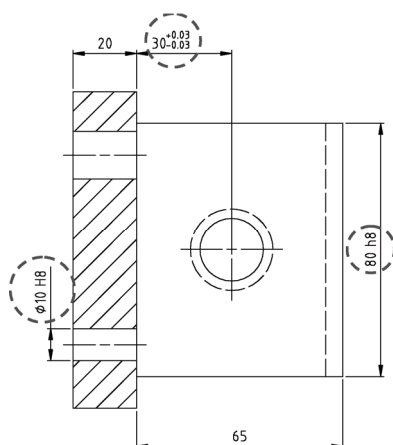

图 8-94 “左视图”标注公差配合
6) 对“左视图”中相关尺寸标注公差配合。“左视图”中 Φ10H8, 80h8, 30+0.03 - 0.03, 如图 8-94 所示。